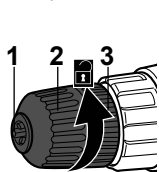

Fig. 1
1. Sujetar el portabrocas de sujeción rápida (3) en posición y gire el manguito del mandril (2) en sentido antihorario hasta que las mordazas del mandril (1) se abren suficientemente ancha como para insertar la broca (Fig. 1).